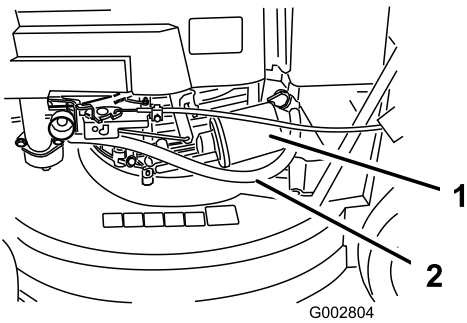

Figura 25
5. Mettete un cencio sotto il filtro dell'olio per raccogliere l'olio che fuoriesce mentre togliete il filtro (Figura 25).